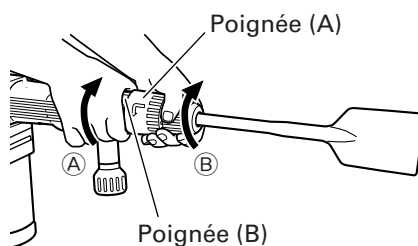

Fig. 4
- (1) Comme indiqué sur la Fig. 4, si l'on tourne la poignée (A) dans le sens Ⓑ de telle sorte que la poignée (B) est tournée de 60 degrés dans le sens Ⓐ, il sera possible de modifier librement l'angle de la lame sur n'importe quelle position.